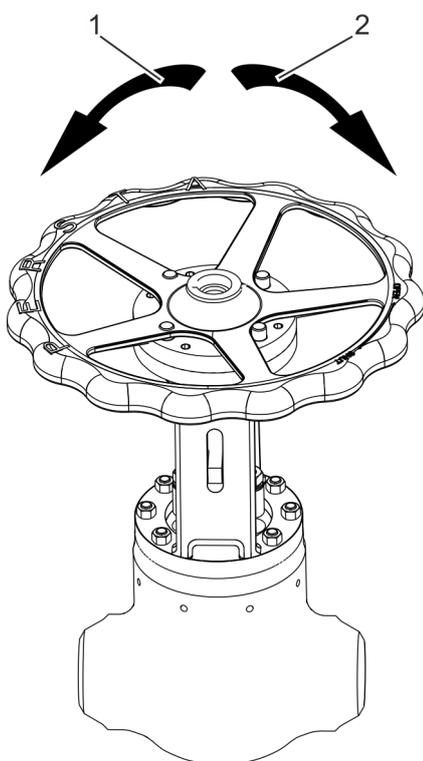

Fig. 14: Vanne : Vue de dessus
1. ➤ Ouvrir complètement la vanne en tournant le volant dans le sens anti-horaire (Fig. 14/1).
2. ➤ Fermer complètement la vanne en tournant le volant dans le sens horaire (Fig. 14/2).